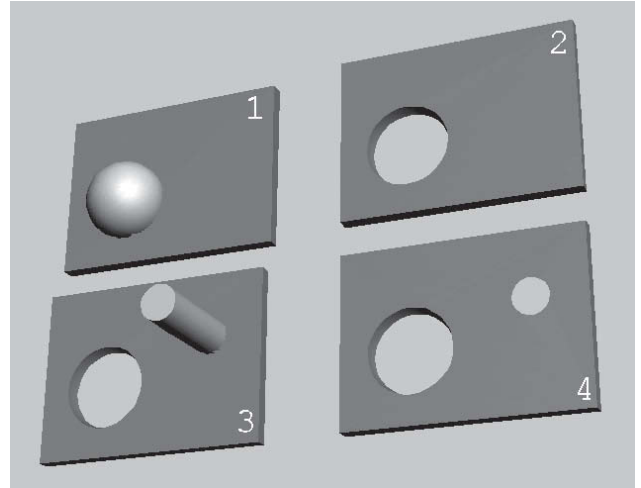

Fig.2.68
- 4 Cliquez sur **Choisir l'opérande B** puis sur le cylindre dans la fenêtre. L'objet est converti en opérande B (fig.2.68).